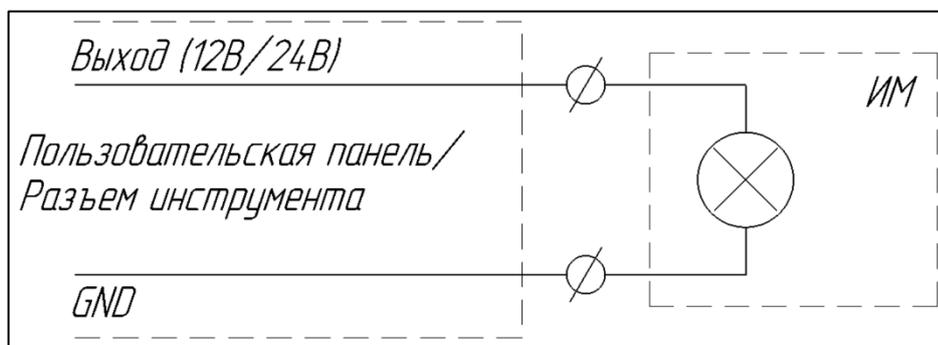

Рисунок I-25 – Схема подключения исполнительного механизма с цифровым дискретным интерфейсом
- Подключение исполнительного механизма с цифровым дискретным интерфейсом (см. Рисунок I-25).